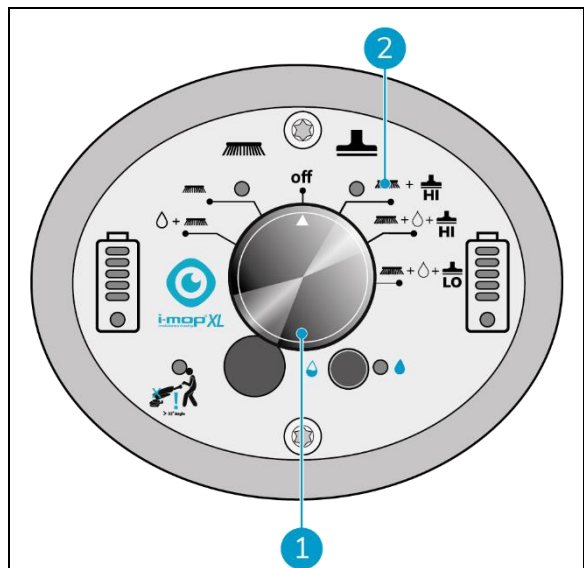

Figura 26
1. Utilice el interruptor principal de la i-mop XL Pro (Figura 26, pos. 1) y seleccione MODO 3 Cepillo + Aspiración en seco (Figura 26, pos. 2).